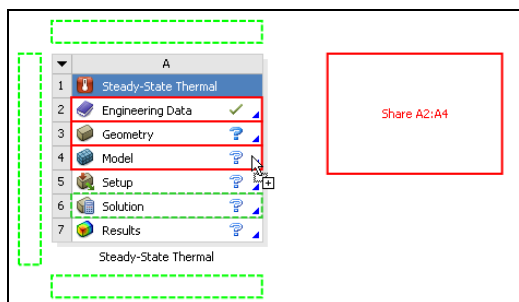
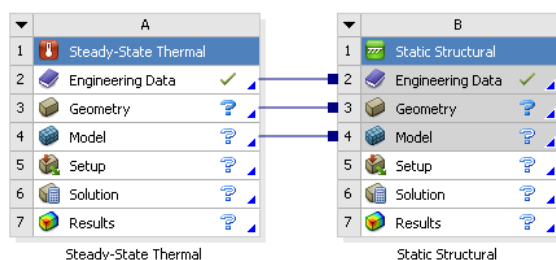

图 1-16 高亮显示
图 1-17 创建关联分析项目
**步骤 02** 同样，在工具箱中按住鼠标左键拖曳 Static Structural 到项目管理区中项目 A 的 A4 栏，如图 1-16 所示。松开鼠标即可创建结构分析系统（项目 B），如图 1-17 所示，此时的项目 B 为没有与热分析耦合的结构分析系统。